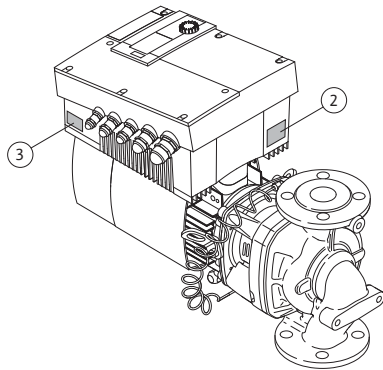

Fig. 12: Colocación de las placas de identificación:
- La placa de identificación del módulo impulsor se encuentra sobre el inversor, en el lado de los conductos de cables (Fig. 12, Pos. 3). La conexión eléctrica se debe configurar de acuerdo con los datos en la placa de identificación del módulo impulsor.